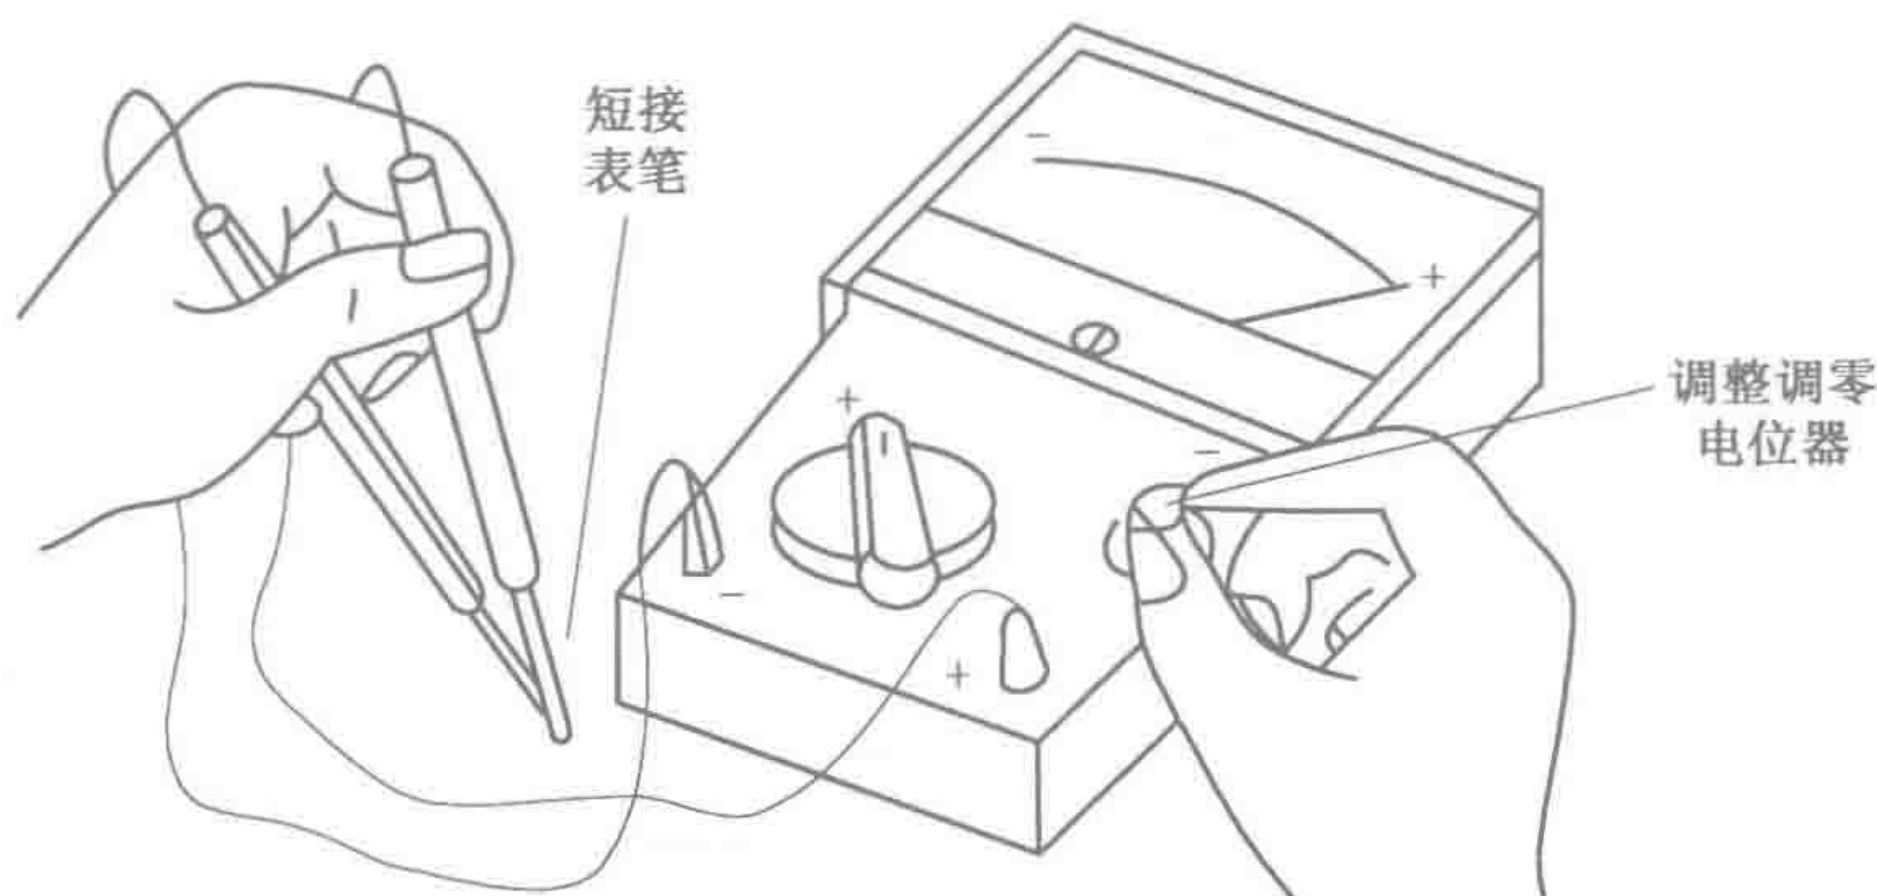

图 1-5 万用表调零
1) 将万用表的功能选择开关旋转到适当量程的电阻挡,将两表笔短路调零,使表头指针指向“0”,然后再进行测量,如图 1-5 所示。在测量中,每次变换量程后,如从 $R \times 1$ 挡换到 $R \times 10$ 挡或其他挡,都必须重新调零。